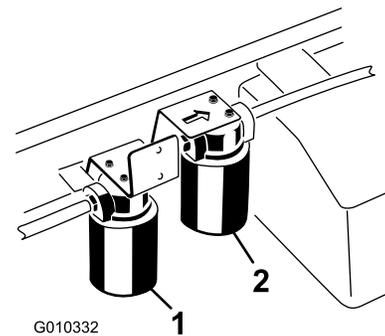

Figure 71
- Placez un bac de vidange sous le filtre et enlevez le filtre (Figure 71).
4. Nettoyez la zone autour de la surface de montage du filtre grand débit (Figure 71).